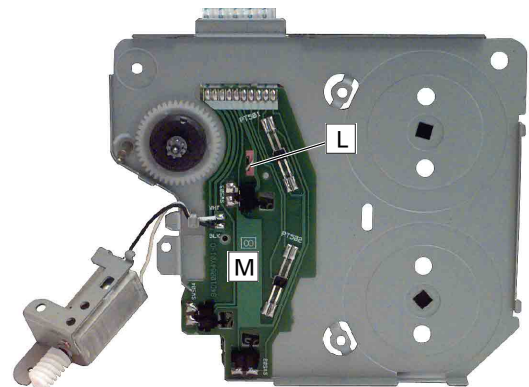

Fig. 2.4
2.4 Schalterplatte **M ausbauen (Fig. 2.4)**
2.4 Removing switch board **M (Fig. 2.4)**